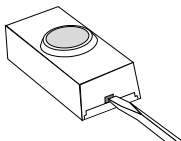

Figura 1
- 1. Instalar pila alcalina de botón tipo A23 de 12 voltios.** Extraer la parte posterior de la caja presionando la aleta en el botón con un destornillador pequeño (vea la Figura 1). Asegurarse que la pila esté orientada correctamente (ver la página 10).